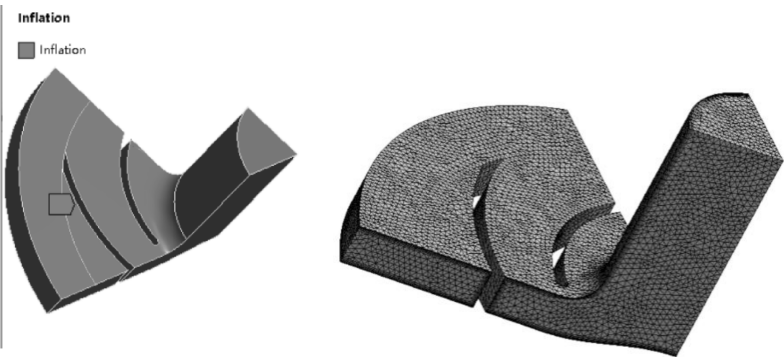

图 11-40 网格划分
(4) 生成网格: 在导航树里右键单击【Mesh】→【Generate Mesh】, 图形区域显示程序生成的网格模型, 如图 11-40 所示。